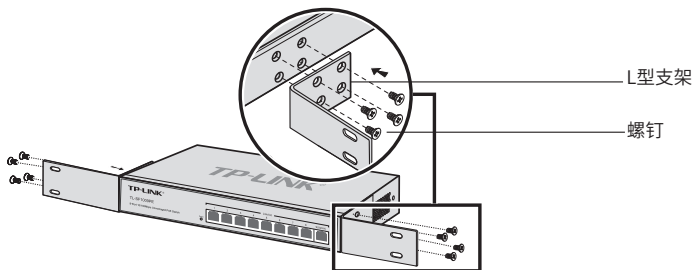

图2-2 L型支架安装示意图
2. 将配件中的两个L型支架分别安装在交换机面板的两侧, 并用配件中提供的螺钉固定, 如图2-2所示;